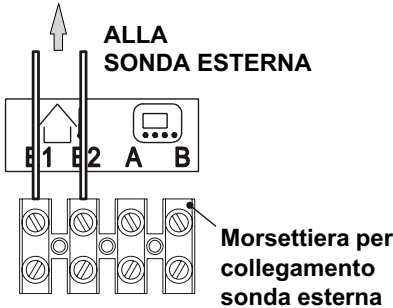

Fig. 5.24
- Collegare ai morsetti **E1** e **E2** della morsetteria i due conduttori elettrici come indicato in Fig. 5.24.